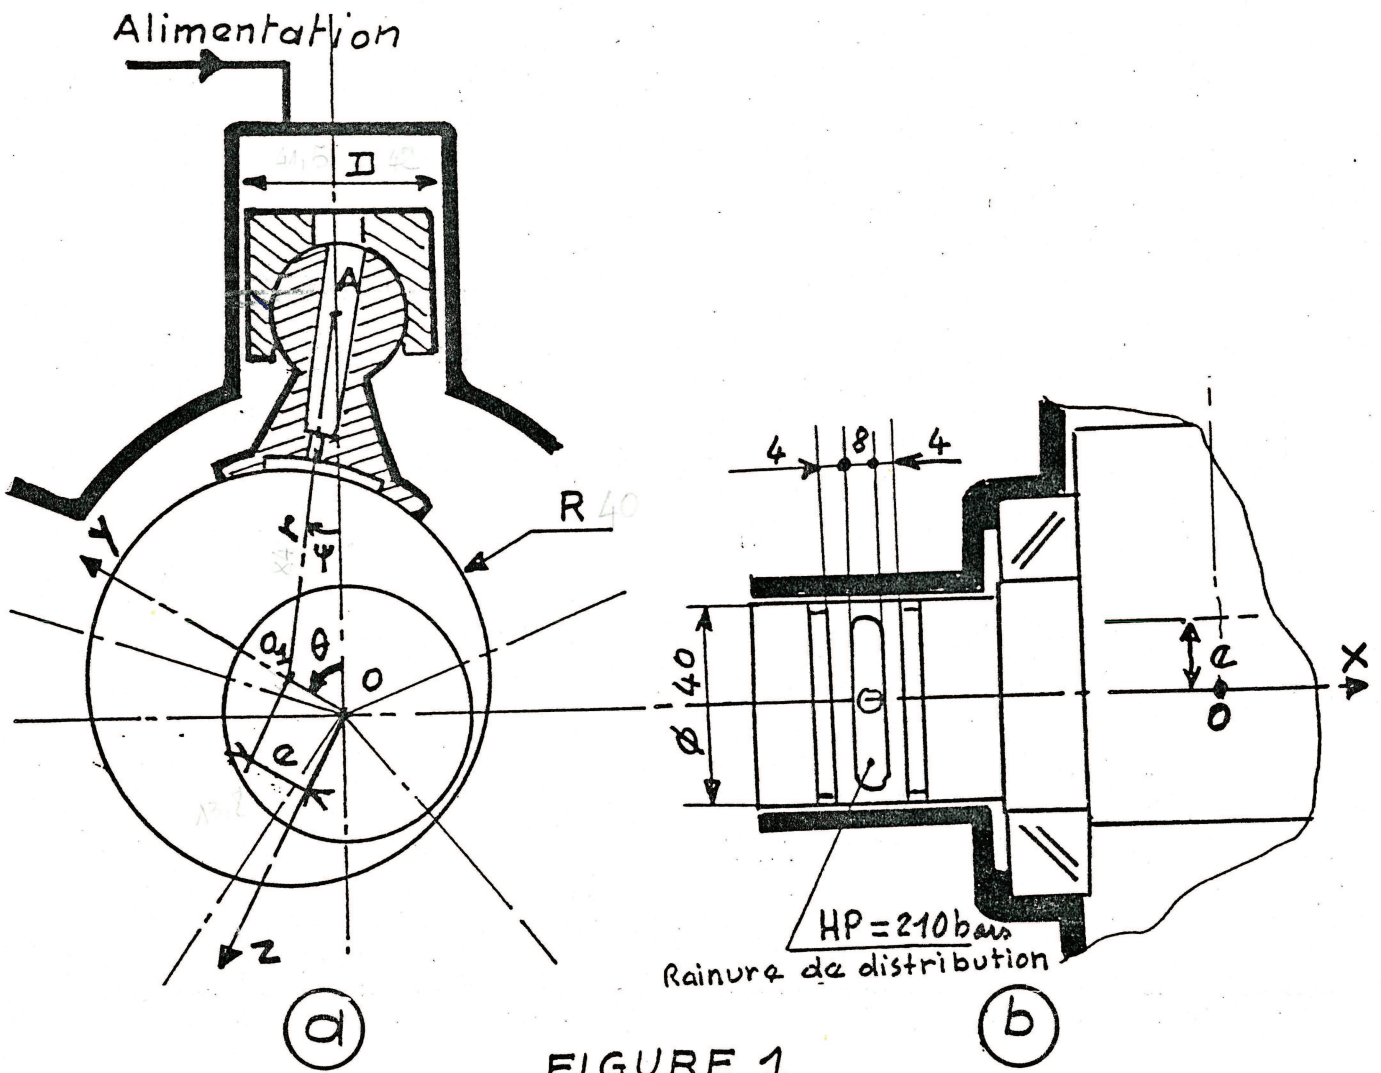

FIGURE 1
On envisage l'étude d'un moteur hydraulique à 5 pistons radiaux disposés suivant le schéma figure 1.
4.1. La distribution du fluide aux 5 pistons est assurée par deux rainures demi-circulaires situées sur un cylindre de $\varnothing 40$ mm entraîné en rotation par l'arbre excentrique (fig. 1 b). Après avoir précisé le modèle et les hypothèses de calcul déterminer le jeu diamétral à installer pour que le débit de fuite à la rainure de distribution n'excède pas 20 cm³/s pour un fluide de viscosité $\mu = 0,023$ Pl et pour une pression de 210 bars.
5.1. Dans un repère (O X Y Z) lié à l'arbre (fig. 1), déterminer le torseur en O des actions des 5 patins sur l'arbre excentrique. (On ne retiendra que le 1er terme du développement en $\frac{e}{r}$). On notera la pression P et la section du piston s.